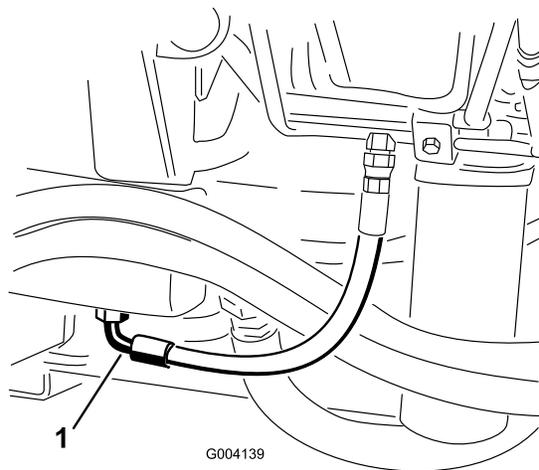

Figure 99
3. Placez un grand bac de vidange sous le raccord monté au bas du réservoir de liquide hydraulique (Figure 99).